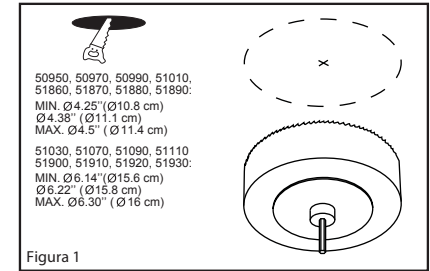

Figura 1
1. Haga un agujero en el techo y prepare los cables de suministro. Instala y desprotege el cable de alimentación de línea 6" (15 cm) y los alambres 5/8" (1,6 cm). (Figura 1)